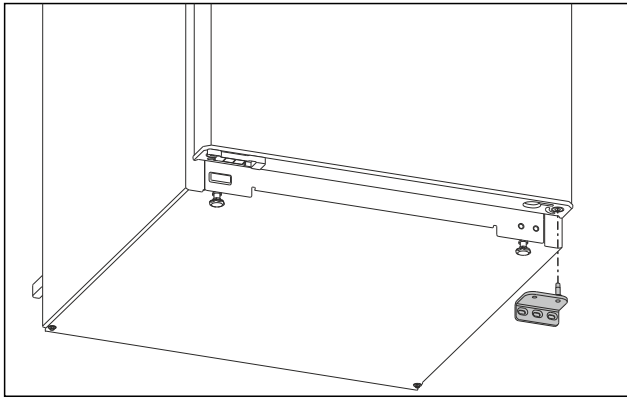

Fig. 9
- Lagerbock nach unten abnehmen. (siehe Fig. 9)